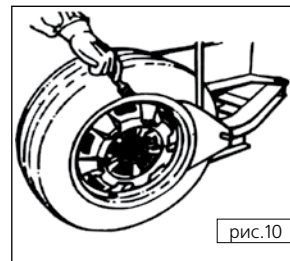

рис.10
1. Поместите шину между лопаткой устройства отрыва борта и резиновым упором, вставьте лопатку между бортом покрышки и диском, нажмите на педаль (10) (на рис.1 – 10, на рис.2 – 3), чтобы оторвать борт от диска колеса (**Рис.10**).